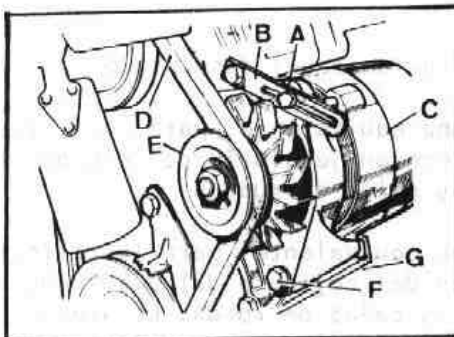

Fig. N2-13 Desmontaje del alternador
- 1.3. Desmontar el tornillo, A (Fig. N2-13) de fijación al tensor, B, y pivotando el alternador, C, soltar la correa, D, de la polea, E.
B) Cable rojo a terminal (A)
C) Cable negro a terminal (F)
- 1.6. Soltar el tornillo, F (Fig. N2-13) de fijación del alternador, C, al soporte, G, y extraer éste.